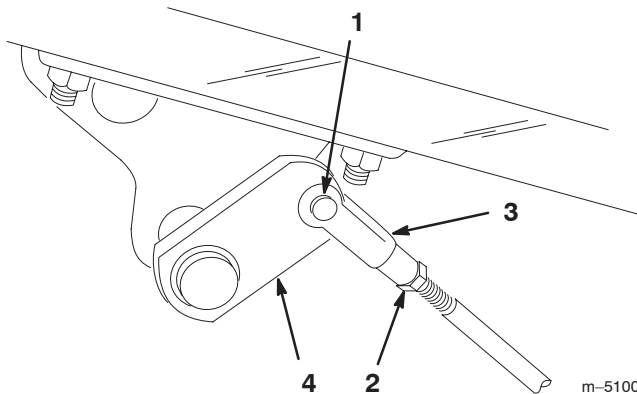

Bild 43
2. Klemmen Sie, wenn die Bremsen nicht gleichmäßig blockieren, die Bremsstangen ab, indem Sie den Splint und den Lastösenbolzen entfernen (Bild 43).
3. Lockern Sie die Klemmmutter und stellen Sie die Lastöse entsprechend ein (Bild 43).
4. Bringen Sie die Lastöse am Bremsbügel an (Bild 43).